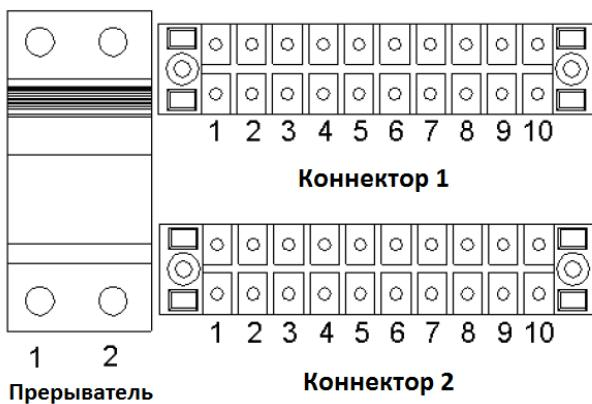

Рис. 4.2 Коннекторы
- Силовые кабели должны подключаться к разъемам и размыкательям на КСВ (см. рис. 4.2).